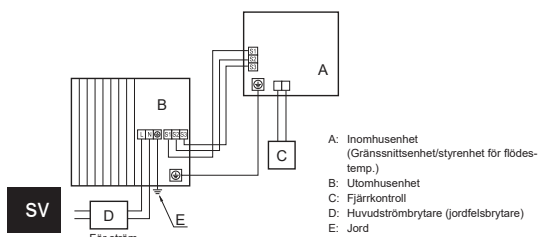
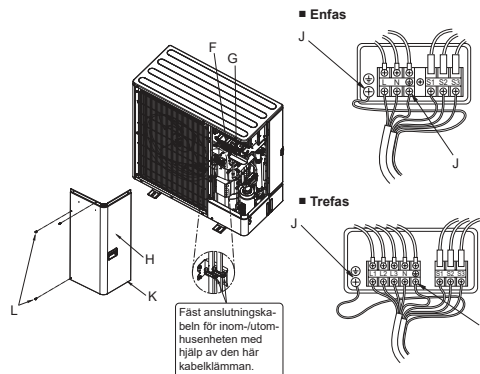

Fig. 7-1
Fig. 7-2
7.1. Utomhusenhet (Fig. 7-1, Fig. 7-2)
- (1) Ta bort servicepanelen.
- (2) Dra kablarna med hänvisning till Fig. 7-1 och Fig. 7-2.